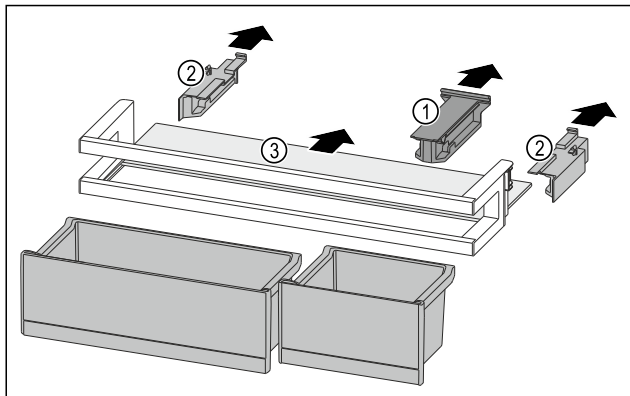

Fig. 137
- Hiqni pjesën mbajtëse Fig. 137 (1).
- Hiqni pjesët anësore Fig. 137 (2).
- Hiqni raftin mbajtës Fig. 137 (3).